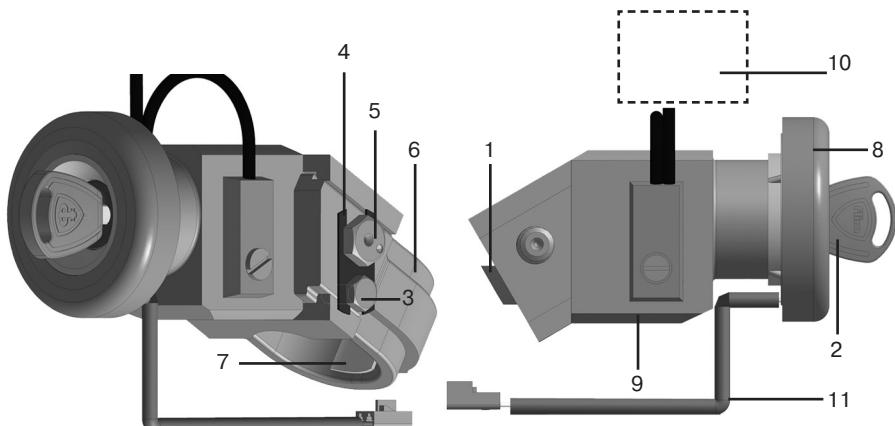

рис. 5 Схема механической части замка
5.3. Отведите ригель механического замка (рис. 5, поз. 1) в крайнее положение. Для этого поверните ключ в положение «**SET**» (ключ остается в замке), как указано в пункте 4.4. Положение ключа в режиме «**SET**» используется как при монтаже, так и при демонтаже механического замка.
5.4. Отверните болт M6 (рис. 5, поз. 3) и снимите планку оси эксцентриковой (рис. 5, поз. 4). Выньте ось эксцентриковую (рис. 5, поз. 5) и разъедините хомут (рис. 5, поз. 6) от корпуса механического замка (рис.5 поз 9).
5.6. В совмещенные отверстия, вставьте свободно усилием руки ось эксцентриковую, затем с помощью ключа «S14» поверните по часовой стрелке шестигранную головку на оси эксцентриковой кривошипной оси на 90°, обеспечив плотное прилегание корпуса механического замка к кожуху вала рулевого управления. При наличии зазоров, невыбираемых осью эксцентриковой, используйте прокладки-компенсаторы со скотчем (рис. 5, поз. 7), прикрепив их (одну или две) на предварительно снятый хомут. При достижении жесткой фиксации механического замка на кожухе вала рулевого управления, установите планку оси эксцентриковой (рис. 5, поз. 4), закрепив болтом M6 (рис. 5, поз. 3), и отогнув лепестки на планке, зафиксируйте ось эксцентриковую и болт M6 от поворота (фото 2).
6.4. После проведения проверки работоспособности электромеханического замка зажигания на автомобиле, установите пластмассовый кожух рулевой колонки, оденьте декоративную насадку с катушкой связи на замок (рис.5 поз.11) и окончательно отрегулируйте пластмассовый кожух рулевой колонки относительно декоративной насадки.